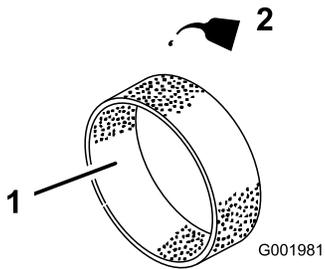

Рисунок 38
4. Вылейте 30–59 мл масла на элемент (Рисунок 38).